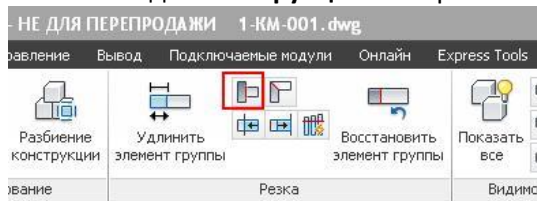

Рис. 60
- На вкладке **Конструкции** выберите команду **Обрезать**  в разделе **Резка** (Рис. 60).